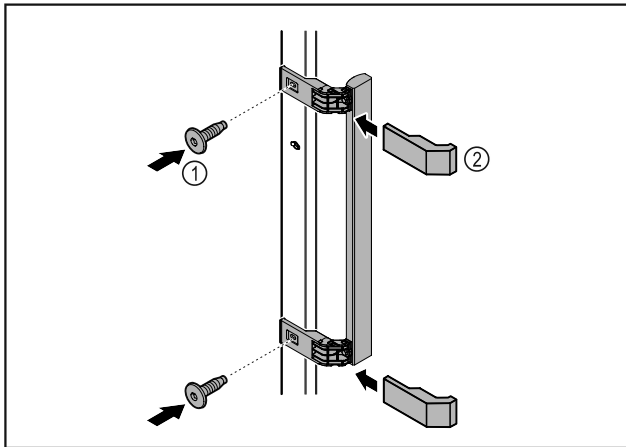

Fig. 9
- Montirajte ručku iz vrećice s priborom s pomoću priloženih vijaka Fig. 9 (1) na vrata.
- Postavite poklopac Fig. 9 (2).